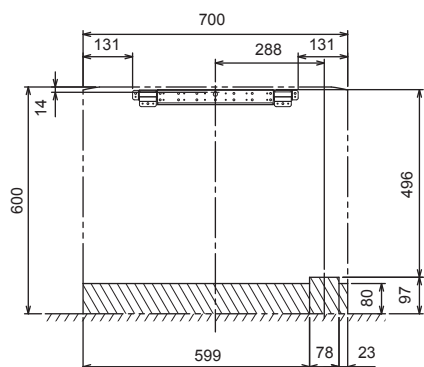

Fig. 3-7
1) Для трубопроводов сзади или слева сзади (Fig. 3-7)